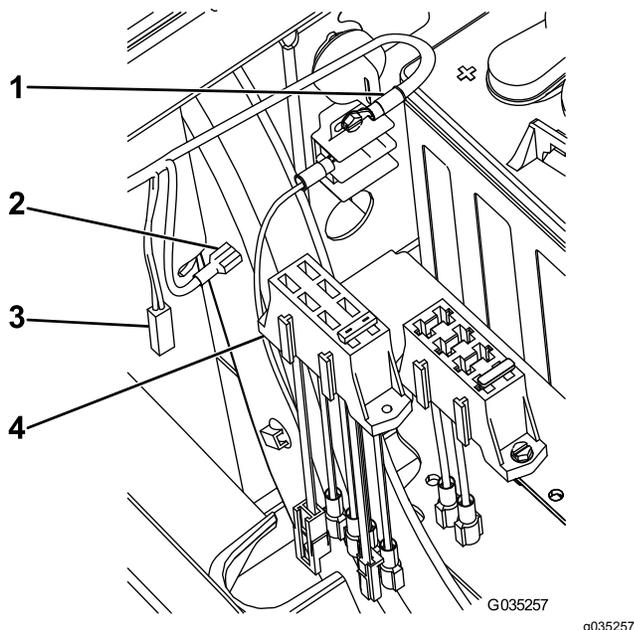

Figure 17
- **Modèles jusqu'au numéro de série 403448001** : enclenchez le nouveau porte-fusibles sur le porte-fusibles existant sur la machine (Figure 17).
3. Reliez le grand connecteur du nouveau porte-fusibles au câble d'alimentation en option sur le porte-fusibles existant (Figure 17).
7. Branchez le fil restant au câble à fusible sur le nouveau porte-fusibles (Figure 17).
2. Reliez le grand connecteur du nouveau porte-fusibles au câble d'alimentation en option sur le porte-fusibles existant (Figure 17).
6. Branchez le fil restant au câble à fusible sur le nouveau porte-fusibles (Figure 17).